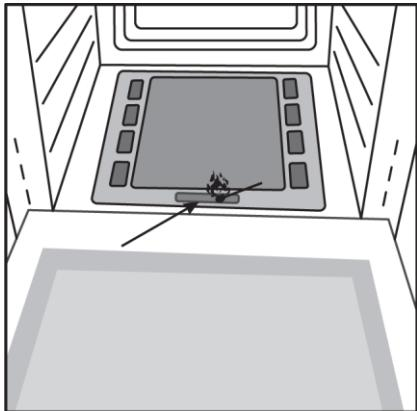

Рис. 18
- слегка нажав на ручку управления температурой духовки (9), поверните ее против часовой стрелки до положения «max»;
- нажмите ручку (9) до упора;
- удерживая ручку (9) нажатой поднесите горящую спичку к отверстию горелки духовки (см. рис. 18);
- удерживайте ручку (9) в нажатом состоянии не менее 10 секунд, при этом обеспечивается выход газа из горелки и его горение, нагревается термопара и отключает предохранительный клапан, который иначе заблокирует подачу газа;